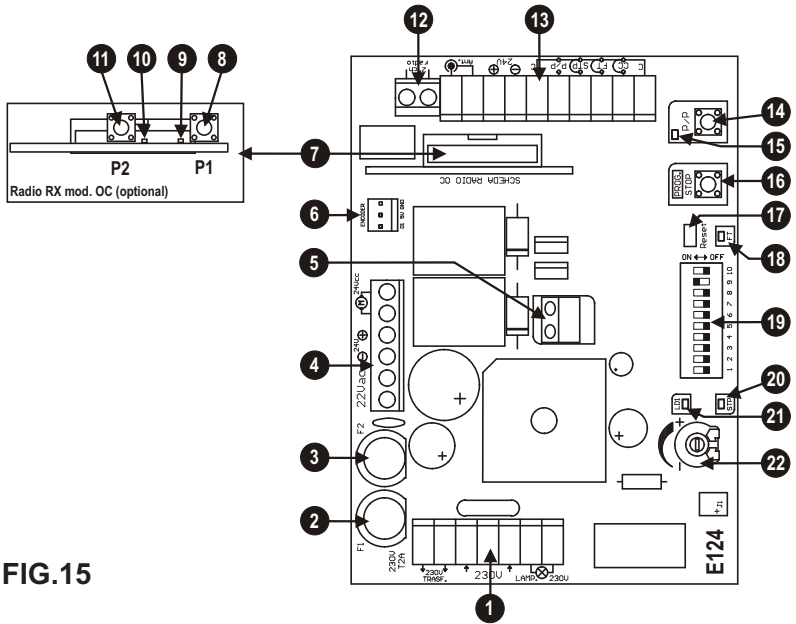
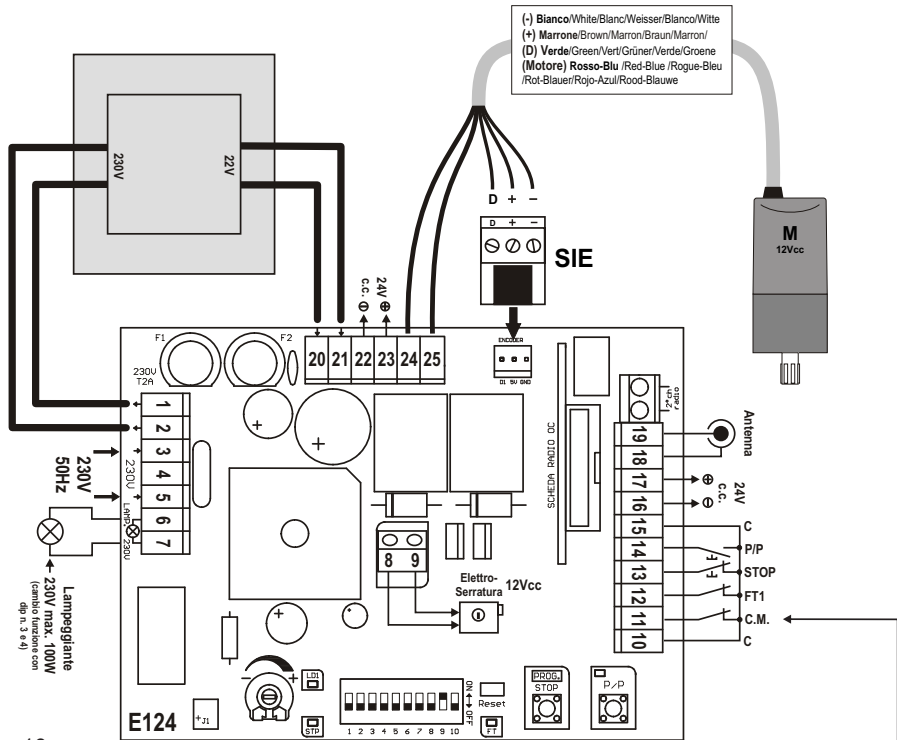

FIG.15
Fig. 16
Bezüglich der Anschlüsse, nach den Tabellen 1 und 2 und der Abbildung 16 vorgehen.
Während der Erlernung wird mehrmals die Taste P/P betätigt (Det. 14 in Abb. 15), es kann aber auch der Befehl P/P (Klemme 14, Abb. 16) oder der im ersten Empfängerkanal gespeicherte Funksender benutzt werden.
- 2 – Die Taste PROG gedrückt halten und ein Reset ausführen, indem der jump Reset mit einem Schraubenzieher kurzgeschlossen wird (Detail 17 in Abb. 15).